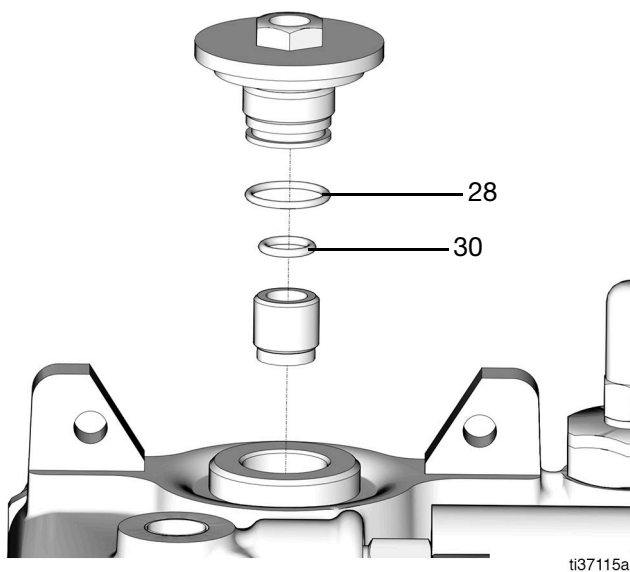

Рис. 51
3. Замените внутренне уплотнительное кольцо (30) стопорной гайки (9) новым и смажьте небольшим количеством консистентной смазки. (Рис. 51).
4. Замените внешнее уплотнительное кольцо (28) стопорной гайки (9) новым и смажьте небольшим количеством консистентной смазки (Рис. 51).